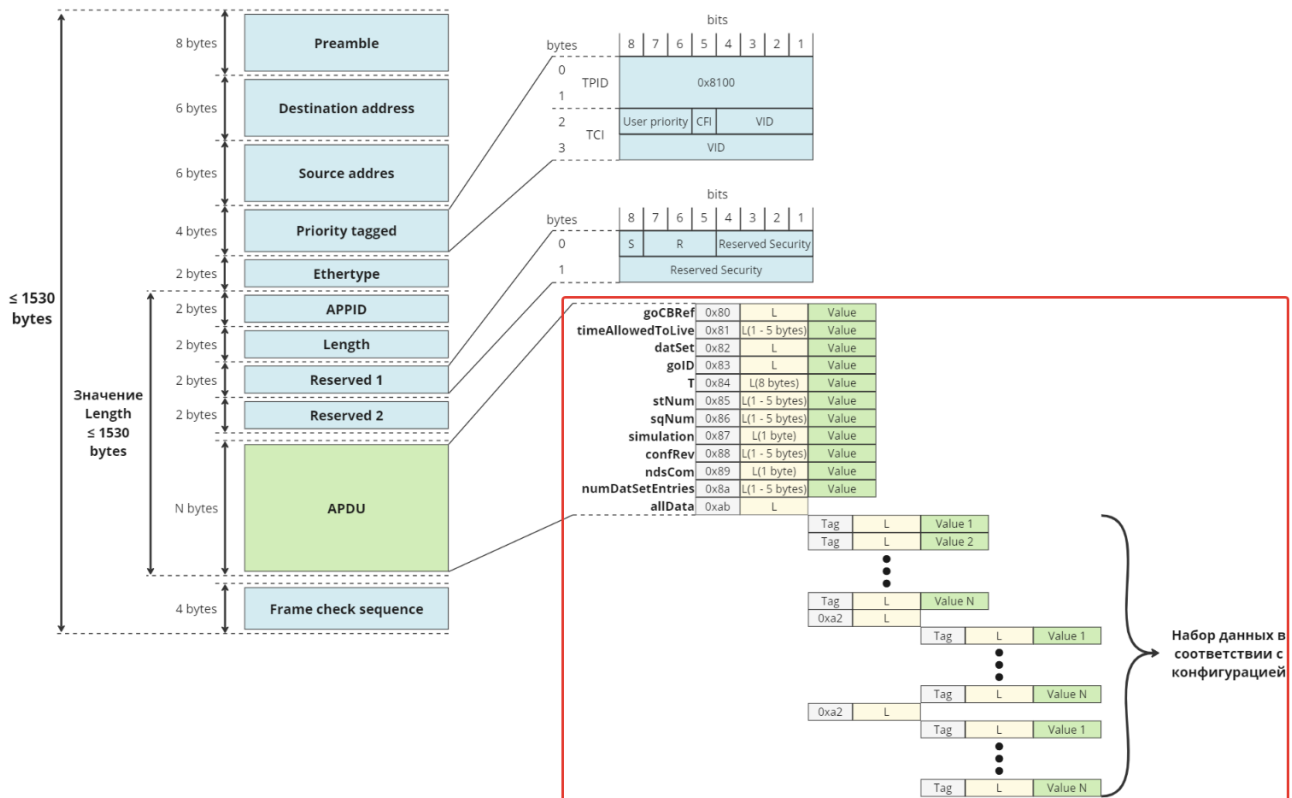

Рис. 99. Структура кадра. Поля в APDU
5. Модуль данных протокола (Pdu) (рис. 99).